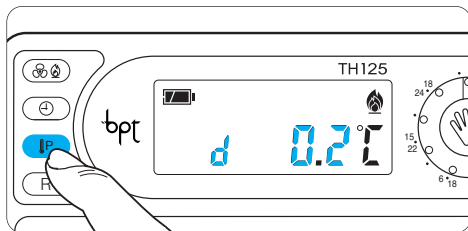

Fig. 13
4.1 - Premere due volte il pulsante **IP** (fig. 13). Sul display compare la scritta **d 0.2°C** che rimane visualizzata per circa 10 s.